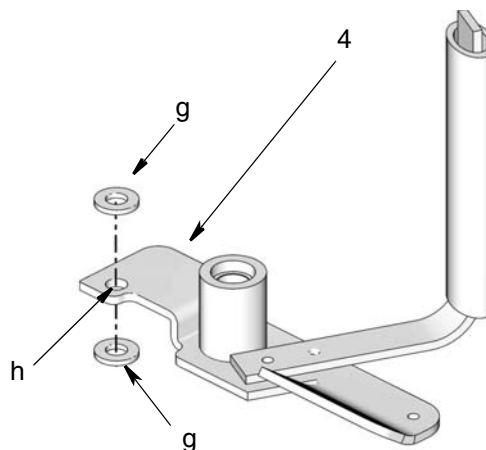

**FIG. 7**
- 1. Engrase ligeramente el brazo de la paleta agitadora (4a) con la misma grasa que utiliza en la bomba (FIG. 7).
- 2. Deslice la escobilla (1) sobre el brazo (4a) en la paleta agitadora (4) (FIG. 7).
*Para montar la paleta de bajo nivel con la paleta agitadora (4):*